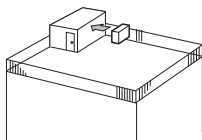

Fig. 2-3
- ① Rikta luftutblåset mot närmaste vägg, cirka 35 cm från väggen. (Fig. 2-3)